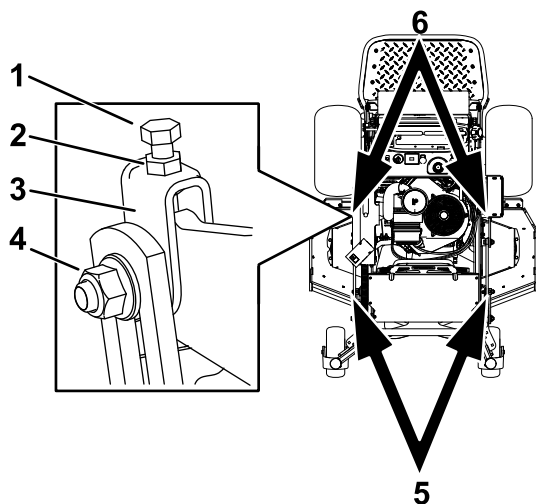

Figura 96
1. Afloje la contratuerca y el perno lateral de las horquillas que desea ajustar (Figura 96).
2. Gire el perno superior de las horquillas para ajustar la altura de la carcasa de corte (Figura 96).
5. Si la medida no es correcta, localice las dos horquillas en la máquina (Figura 96).